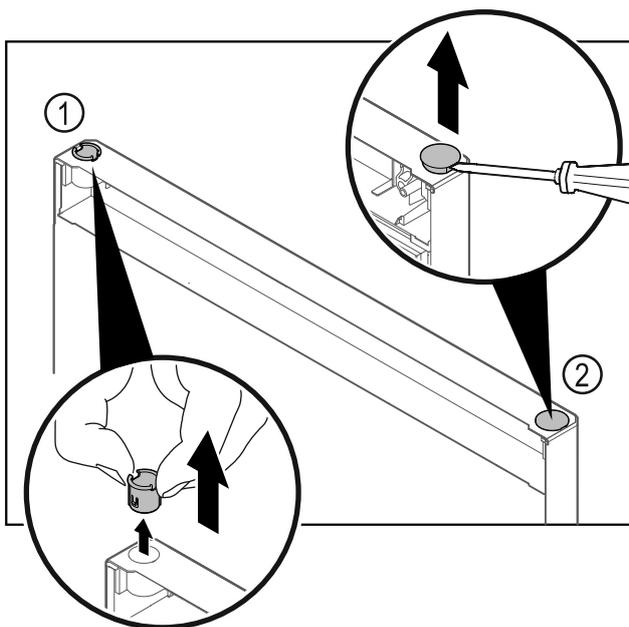

Fig. 15
- ▶ Retirer la bague Fig. 15 (1) avec les doigts.
- ▶ Soulever délicatement le bouchon Fig. 15 (2) avec un tournevis plat et le retirer.